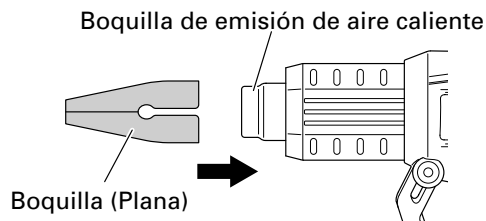

Fig. 5
4. Colocación de la boquilla (Fig. 5)